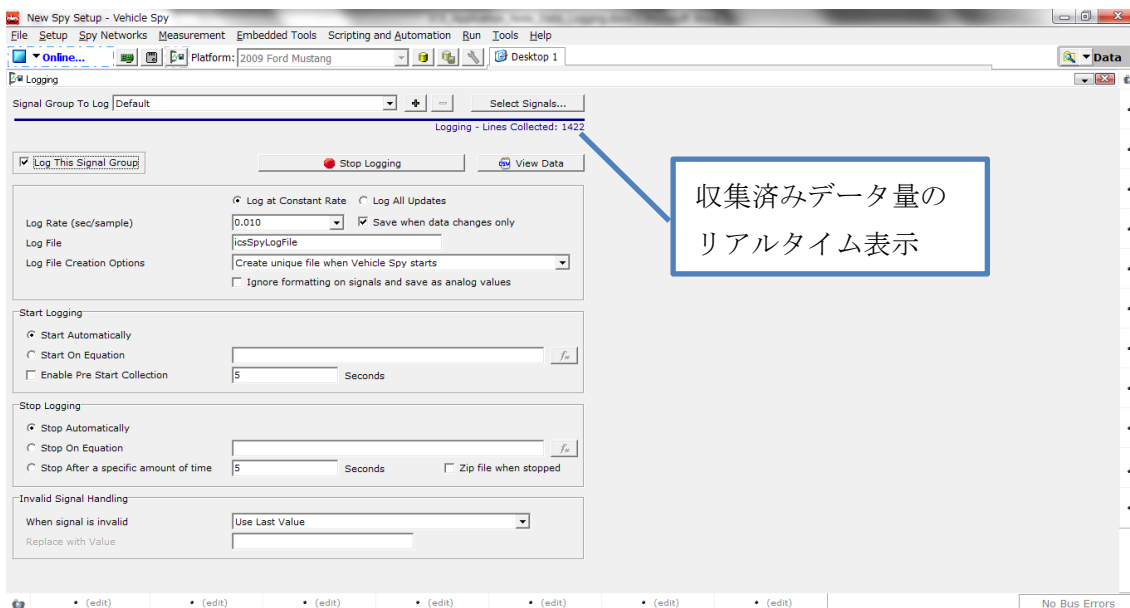

図 5 データ保存中の Logging 画面
データ保存の進捗状況は、図 5 のように確認可能です。
- 5) スタートボタンを再度押下、もしくは図 5 中の Stop Logging ボタンを押下し、ロギング終了
- 6) 図 5 中の View Data ボタンを押下し、保存したデータを表示